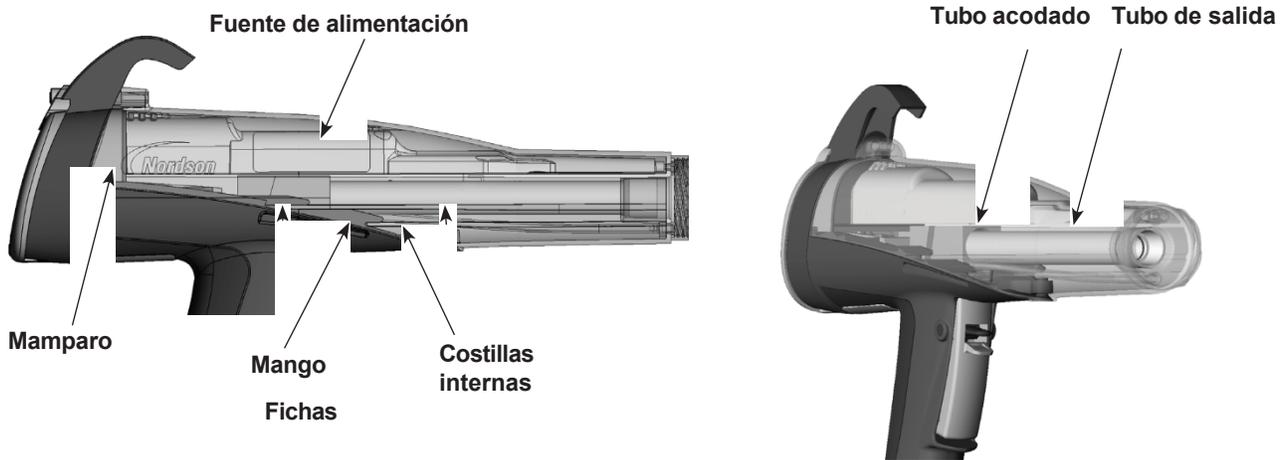

Figura 15 Reensamblaje de la pistola
1. Véase la figura 15. Alinee el cuerpo de la pistola con la empuñadura y deslícelos juntos, encajando las nervaduras internas del cuerpo de la pistola con las lengüetas de la empuñadura.